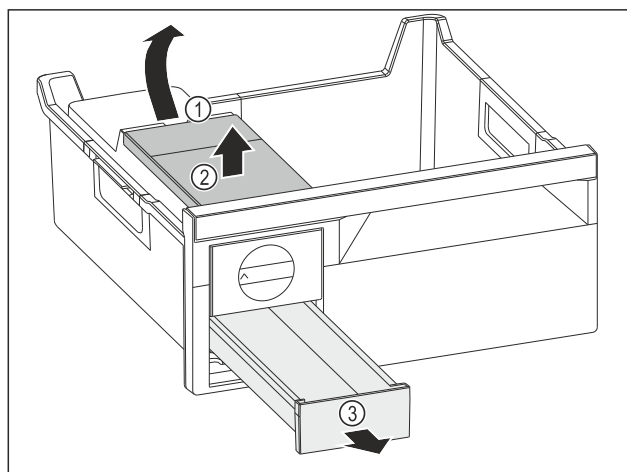

Fig. 95
- Watertank wegnemen: Watertank bij de uitsparing Fig. 95 (1) optillen.
- Watertank Fig. 95 (2) naar boven toe wegnemen.
- Ijsblokjesvak Fig. 95 (3) naar voren toe wegnemen.